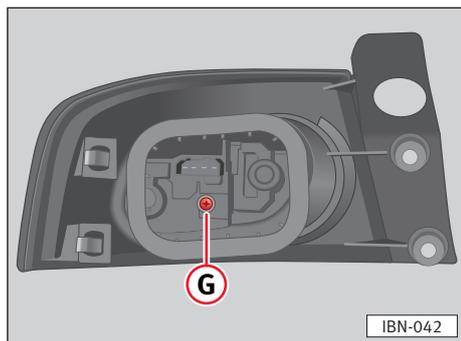

Fig. 164
- Desenroscar el tornillo ⇒ fig. 164 G.